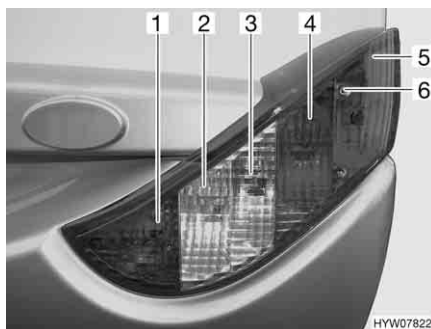

Fig. 96 Luci posteriori (lato anteriore)
- Svitare le tre viti ad esagono cavo (Fig. 96,6).